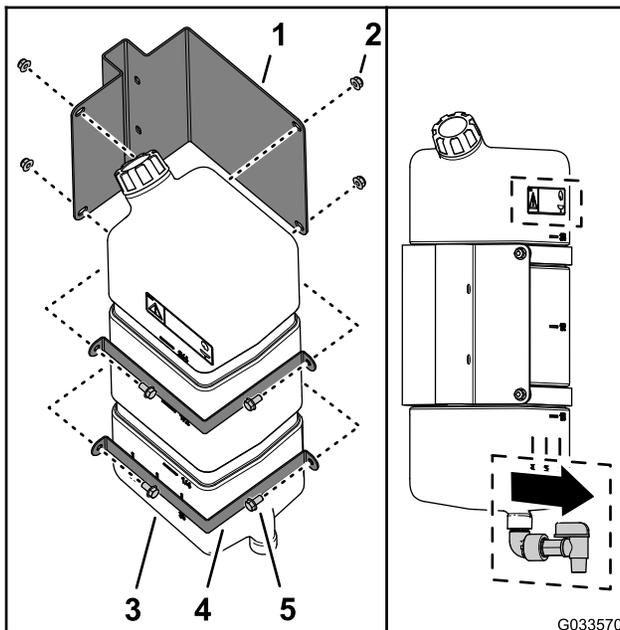

Bild 43
1. Montieren Sie den Frischwasserbehälter mit den zwei Befestigungsriemen, vier Bundkopfschrauben (5/16" x 5/8") und vier Sicherungsbundmuttern (5/16") an der Befestigung für den Frischwasserbehälter, wie in Bild 43 abgebildet.